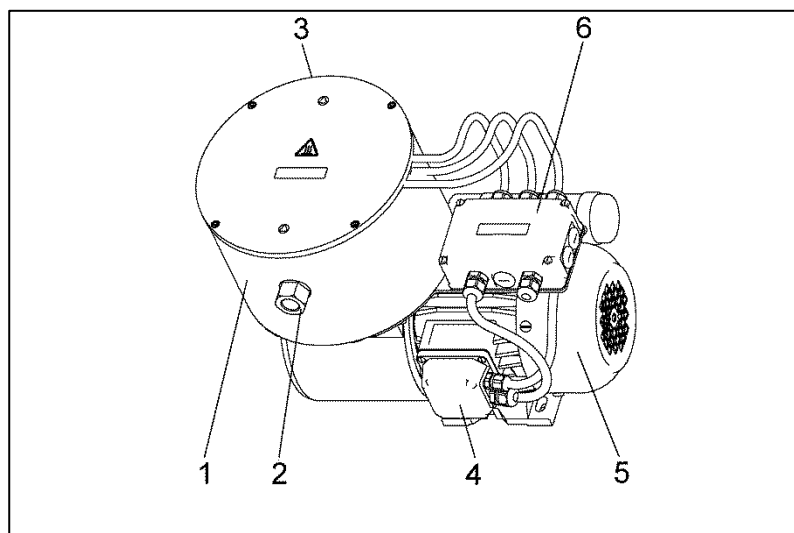

Abb. 2: N 0100\_T.11 E
1. Deckel des Elektroanschlusses (siehe Abb. 2, Position 6) abnehmen; dazu die vier Schrauben lösen.